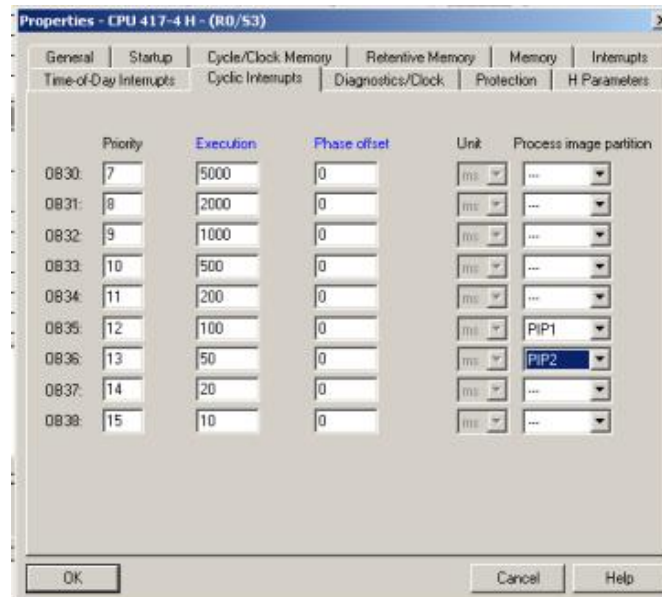
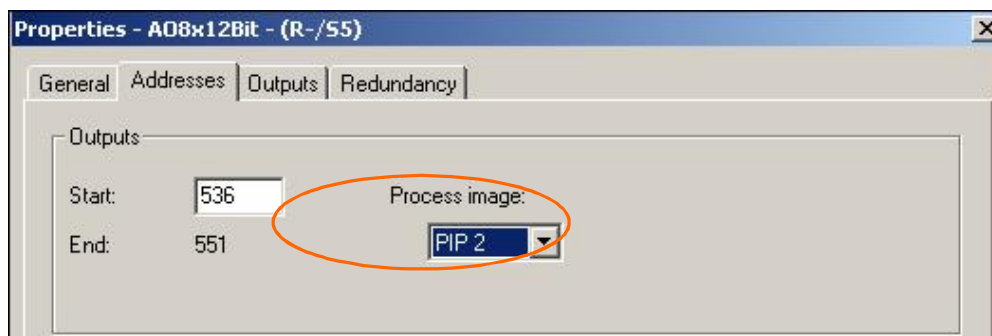

图 9 CPU Cyclic Interrupts 设置
图 15 AO 卡件地址设置
**注意：**对于AO卡件，建议放在小于等于50ms循环周期的OB所对应过程映像分区中（图9和图15）。此例中，AO卡件分配OB36对应的过程映像分区PIP2。